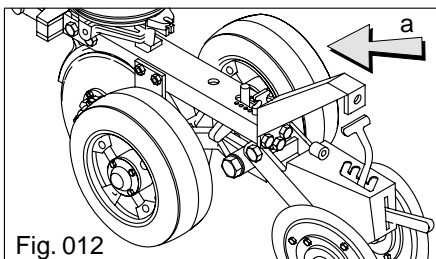

Fig. 012
6) Luego, regule las ruedas limitadoras de profundidad (Fig.012 "a") y verifique, abriendo el surco en el suelo, la profundidad real que quedó el abono y la semilla. Las ruedas
El sistema de control de profundidad de las semillas es realizado individualmente a través de las ruedas de control de profundidad (Fig. 012"a") autolimpiantes independientes, situadas al lado del surcador de disco doble de semilla, con el regulaje hecho por un comando colocado en la parte trasera de la unidad de siembra, que deberá ser posicionado a través de la palanca en los orificios de regulajes, para mayor o menor profundidad. El balancín sirve de tope para el brazo de control de profundidad. Coloque todos los conjuntos con el mismo regulaje.